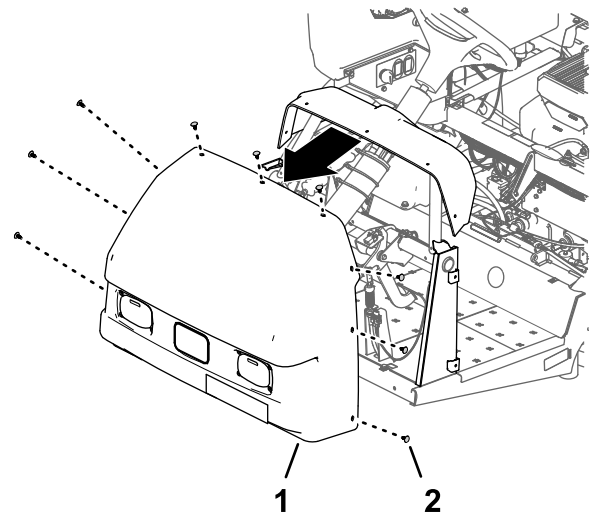

Figura 15
- Retire las 9 grapas que sujetan el capó al salpicadero y al bastidor de la máquina (Figura 15).
- Retire el capó de la máquina (Figura 15).